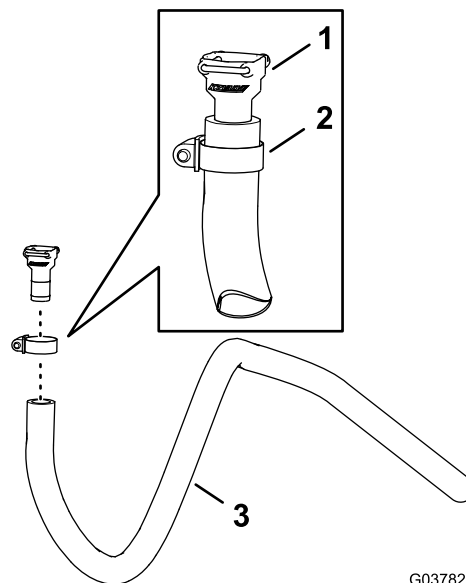

Figura 97
1. Monte a união estriada reta (3/4 pol.) que removeu no passo 2 de Preparar a válvula de corte \(página 40\) no tubo de 1,3 x 180 cm com uma braçadeira de tubos (Figura 97).